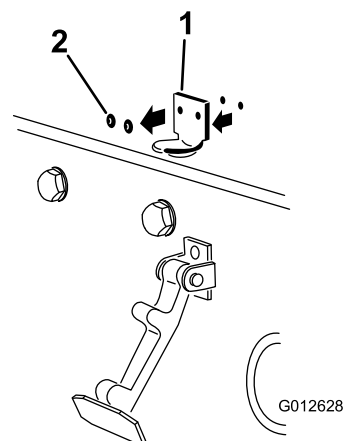

Figura 32
- Retire os rebites (2) que fixam o suporte do fecho do capô ao capô (Figura 32). Retire o suporte do fecho do capô do capô.